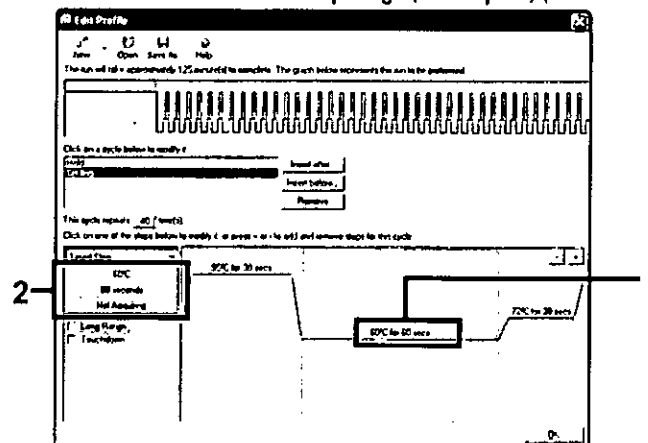

Ilustración 26. Paso de ciclado a 60 °C (1 = Ajuste de temperatura y tiempo de segundo paso, 2 = Botón "Not Acquiring" (No adquirir))
9. Seleccione el segundo paso y establezca el valor en "60°C for 60 secs" (60 °C para 60 s). Para activar la obtención de datos durante este paso, seleccione el botón "Not Acquiring" (No adquirir) (ilustración 26).